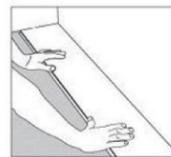

Figura 1
7. Comenzando en el lado **izquierdo** y colocando la lengüeta de cara al muro, con mucho cuidado coloque el primer tablón en su sitio (**Figura 1**).